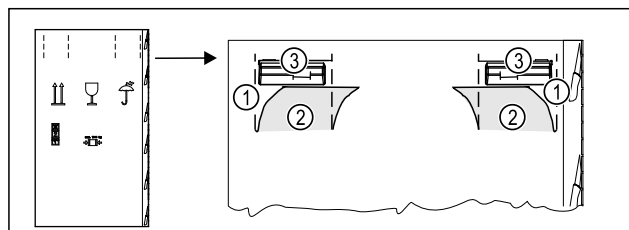

Fig. 5
- Comprimer il cartone di imballaggio in alto sulla perforazione Fig. 5 (1).
- ▶ Estrarre le linguette compresse Fig. 5 (2).
- ▶ La maniglia di trasporto Fig. 5 (3) a destra e a sinistra è visibile.
- ▶ Tenere l'apparecchio dalle maniglie di trasporto Fig. 5 (3).